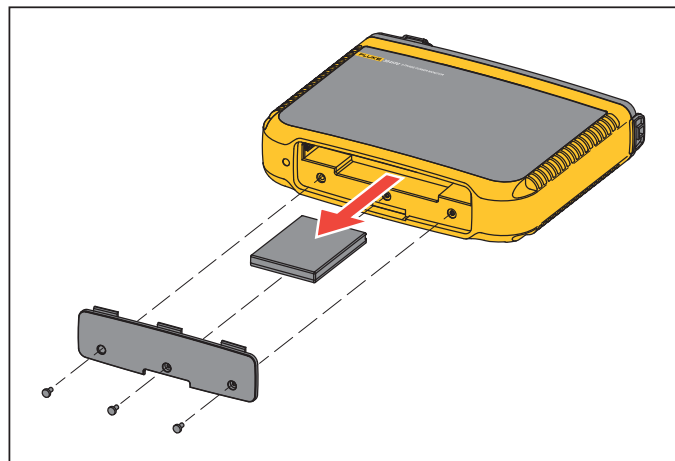

Abbildung 15. Ersetzen des Akkus
1. Schrauben Sie die drei Schrauben heraus, und nehmen Sie die Akkufachabdeckung ab. Siehe Abbildung 15.